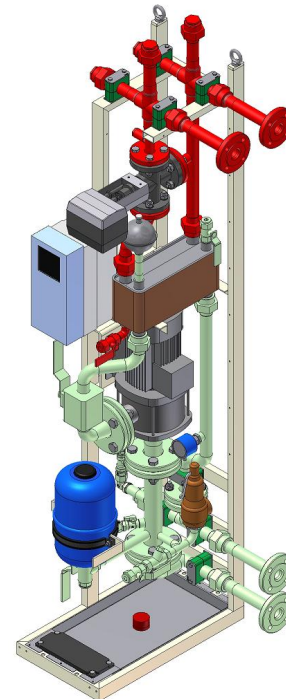

Рис. 2.2-1
- Первичный контур, HXL040-PS01 (обозначен зеленым цветом на рис. 2.2-1)
- Вторичный контур, HXL040-PS02 (обозначен красным цветом на рис. 2.2-1)